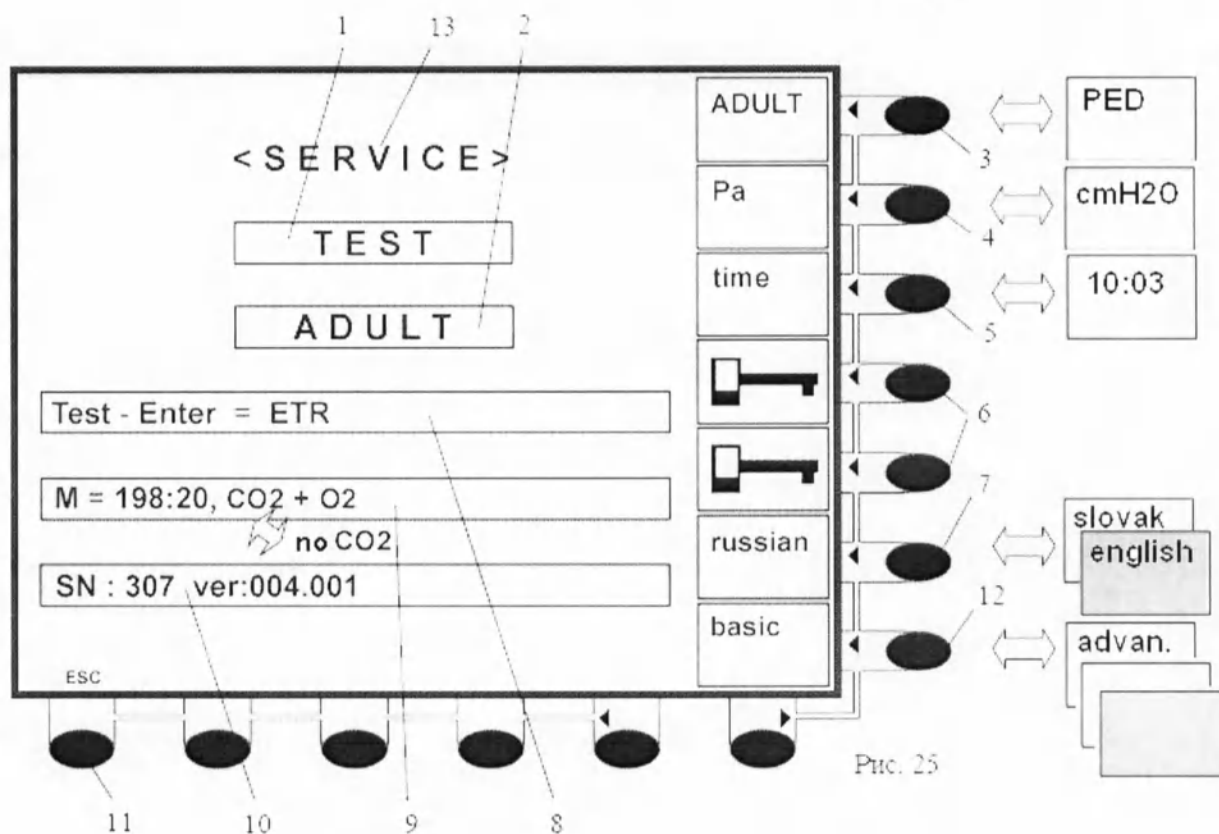

Рис. 25
Для ввода аппарата в эксплуатацию в экстренной ситуации необходимо одновременно нажать клавиши с графическим изображением ключей (см. рис. 25) и клавишу ST-BY. Данные действия обеспечат обход функционального теста аппарата ИВЛ. Данными действиями можно прервать функциональный тест на любом этапе его прохождения.
После включения аппарата центральным сетевым выключателем и проведения внутреннего теста компьютера вентилятора, на экране появится информация – см. рис. 25, состоящая из следующих данных:
Нажатием клавиши «ESC» (11 – рис. 25) можно осуществить переход к очередному этапу теста без завершения текущего.
3. когда пользователь получил сообщение на «первом» экране «< Sensor O₂ >» непосредственно после включения аппарата — см. рис. 25 – 13.
Если модуль капнографии был корректно зарегистрирован (см. 9, рис. 25), то после команды **ENTER** произойдет переход к следующему этапу тестирования **F5**.
Если модуль капнографии CO₂ - AGAS не был зарегистрирован вентилятором (неисправность газового модуля CO₂ - AGAS и т.п.), то в информационном поле (9 – рис. 25) появится информация о количестве часов, которые отработал аппарат с момента первого включения и информация об отсутствии модуля капнографии «по CO₂». В этом случае после команды **ENTER**, тестирование переходит к заключительному этапу **F6**.